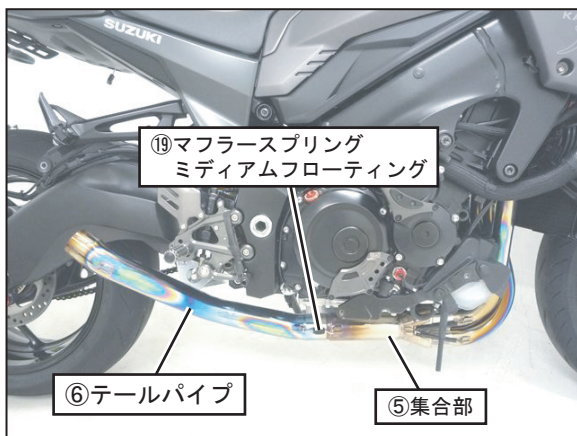

FIG. 14
15. ⑤集合部に⑥テールパイプを取り付け、⑲マフラスプリングミディウムフローティングをスプリング取付工具を使用して取り付けて下さい。(FIG. 14参照)